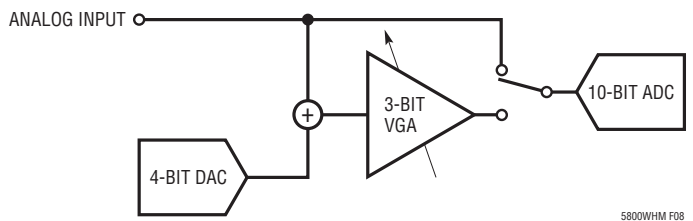

図8. アナログ入力チェーン
**AI\_0, AI\_1, AI\_2, AI\_3** : アナログ入力。これらのピンはアナログ入力チェーンに多重化されています。図8に示すように、アナログ入力チェーンはソフトウェアで設定可能であり、可変利得アンプ、入力範囲調整用のオフセットD/Aコンバータ、および10ビットA/Dコンバータを内蔵しています。有効な入力範囲は0~1.8Vです。